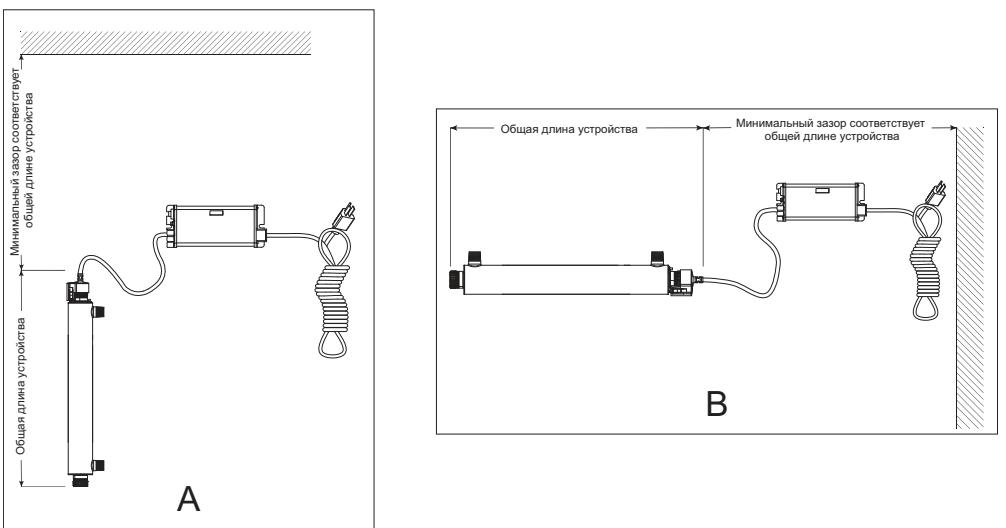

Рисунок 4 Установка системы дезинфекции — вертикальное и горизонтальное положение
2. Выберите подходящее место для установки системы дезинфекции и соответствующих компонентов. Поскольку рекомендуется установка GFCI, следует рассмотреть такую возможность до начала установки. Систему можно установить в вертикальном положении (входным портом вниз), как показано на Рисунок 4 А, или в горизонтальном положении, как показано на Рисунок 4 В. Однако наиболее предпочтительна установка в вертикальном положении. При выборе местоположения оставьте достаточно места для снятия УФ-лампы и/или кварцевой трубы (как правило, оставляют достаточно места для самой УФ-камеры).